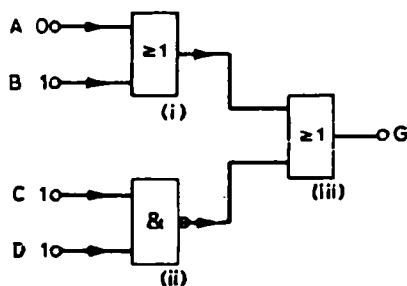

Figura 11.14
În următorul exemplu, circuitul logic din figura 11.14 are intrarea 0111; problema este de a determina starea de la ieșire. Ieșirea porții OR (i) este 1. Ieșirea porții NAND (ii) este 0, realizând o intrare pentru poarta OR (iii) de 10 și deci ieșirea (G) este 1.